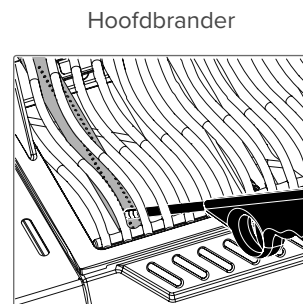
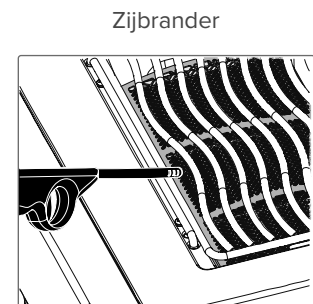

Fig. 11
Fig. 12
1. Open het deksel van de brander/grill. (**Fig. 11, Fig. 12**)